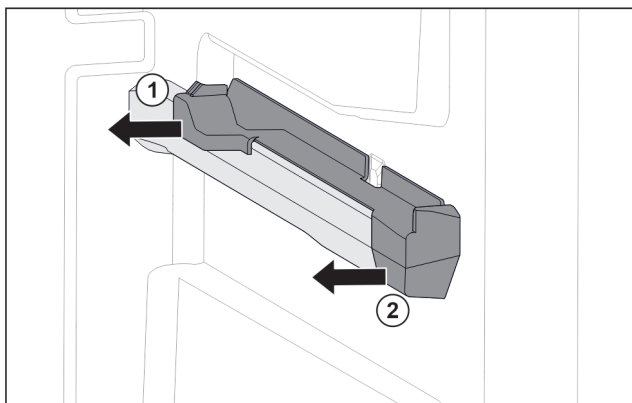

Fig. 58 Påsettsingsdel på høyre beholderribbe
- ▶ Trekk av påsettsingsdel bak til siden. Fig. 58 (1)
- ▶ Trekk av påsettsingsdel foran til siden. Fig. 58 (2)